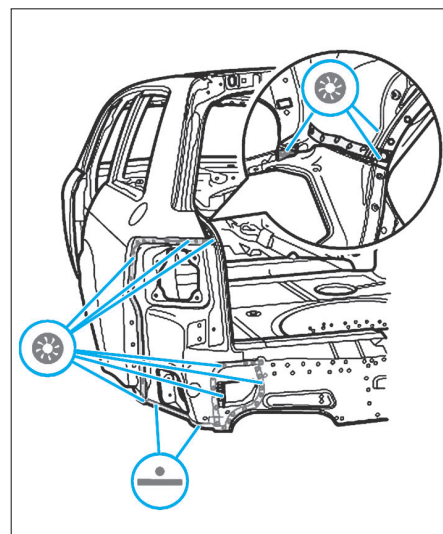

FIG. 64
- Insert métallique avec longeron, soudure bouchon sous protection gazeuse (Fig.64).